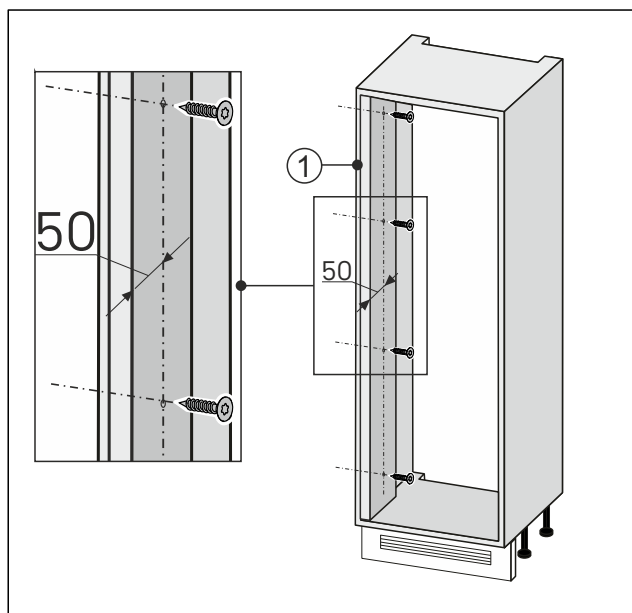

Fig. 90
- Прикрутити гвинтами рівняльник стіни зі сторони відкривання дверей Fig. 90 (1) до меблевої ніші.